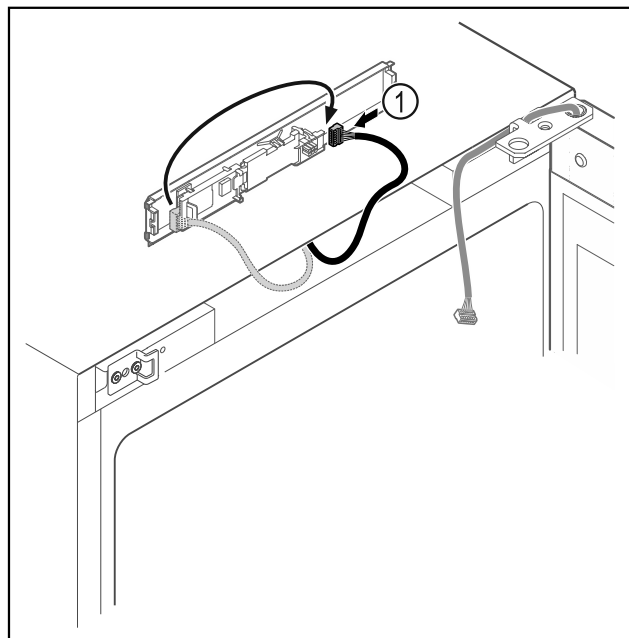

Fig. 11
- ▶ Vėl įkiškite kištuką į plokštę Fig. 11 (1).